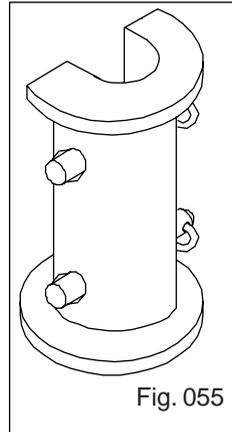

Fig. 055
a)- Primeiramente levante a plantadora utilizando o comando do cilindro hidráulico, em seguida trave o cilindro utilizando a trava Fig.055